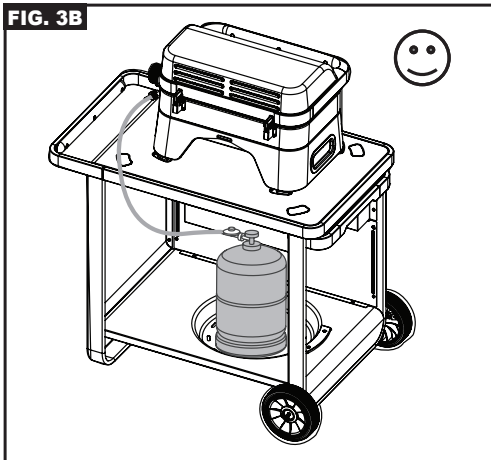

FIG. 4
6. Mettre le liquide sur les raccords bouteille / détendeur / tuyau / appareil (Fig 4).
7. Ouvrir le robinet de la bouteille de gaz (Le bouton de réglage doit rester en position "OFF" (O)). Si des bulles se forment, cela signifie qu'il y a des fuites de gaz.